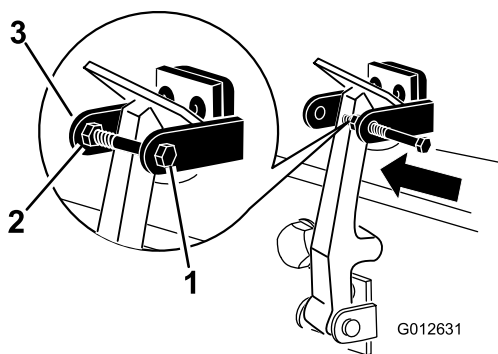

Figura 6
8. Instale o parafuso no outro braço do suporte do trinco do capot para prender o trinco na posição (Figura 6). Aperte o parafuso firmemente, mas não aperte a porca.